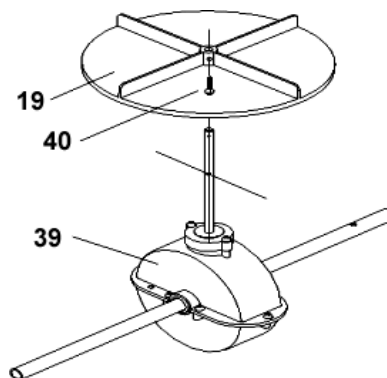

Abbildung 1
- Nehmen Sie das Flügelrad (19) und schieben es auf die senkrechte Achse der Getriebeeinheit (39).
- Bringen Sie die Bohrung des Flügelrades zur Deckung mit dem Gewinde der Achse. Schieben Sie die Schraube (40) durch die Bohrung und drehen die Schraube anschließend in das Gewinde der Achse ein (siehe Abbildung 1).